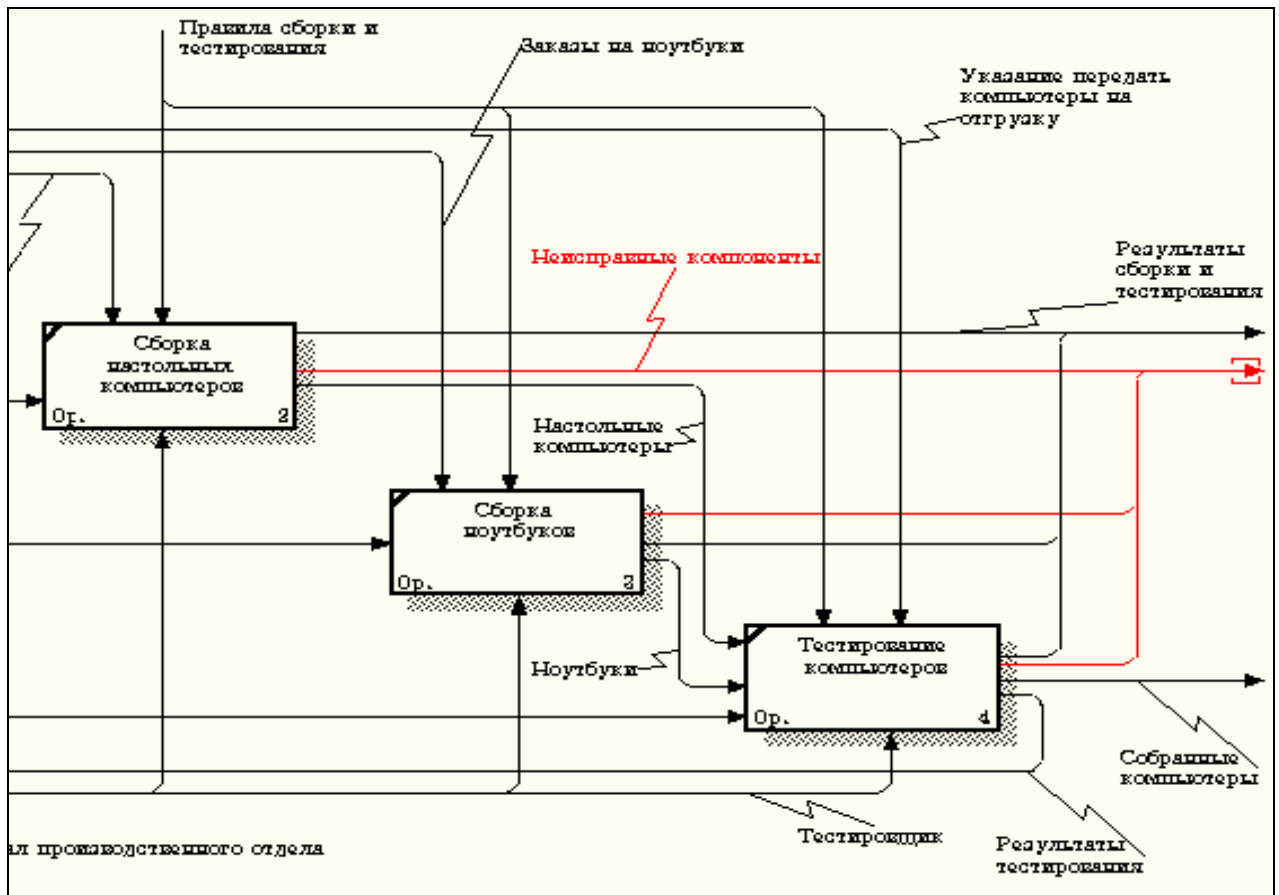

Рисунок 7.5 – Граничная стрелка выхода от работ "Сборка настольных компьютеров", "Тестирование компьютеров" и "Сборка ноутбуков"
4. Создайте в модели "Сборка и тестирование компьютеров" новую стрелку "Неисправные компоненты". На диаграмме А0 это будет граничная стрелка выхода, на диаграмме А0 - граничная стрелка выхода от работ "Сборка настольных компьютеров", "Тестирование компьютеров" и "Сборка ноутбуков" (рисунок 7.5).